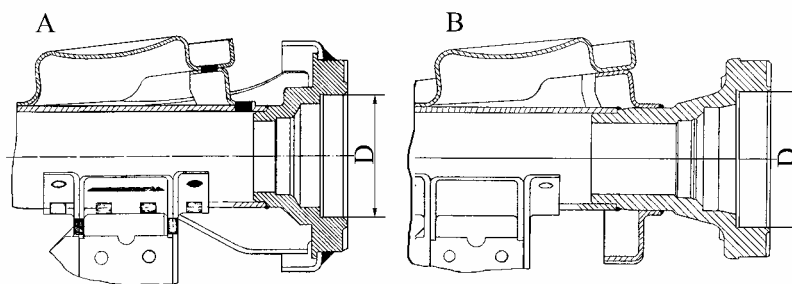

Рис.12 Фрагмент балки заднего моста - посадочное место подшипника задних колес:
- диаметр D, рис.12, под установку подшипника полуоси, не более: